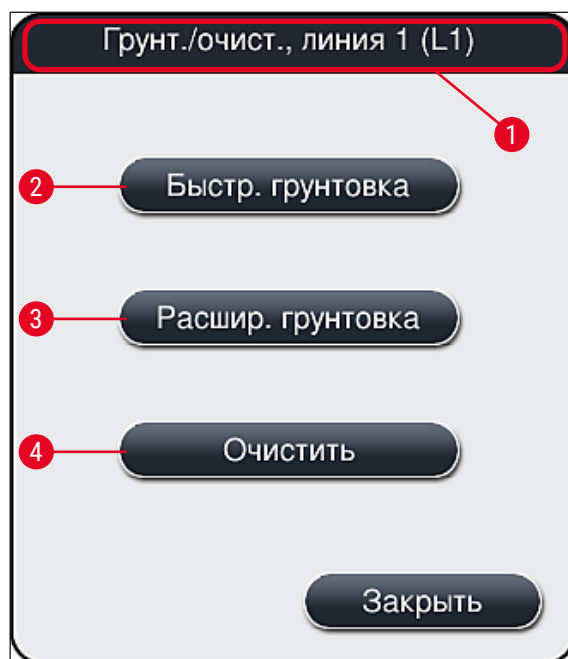

Рис. 99
- ✓ В следующем меню (→ Рис. 99) содержатся три различные программы промывки/очистки.